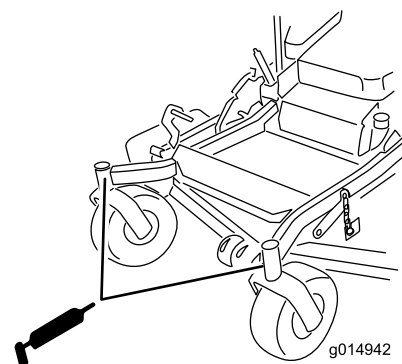

Figure 43
11. Remettez le bouchon hexagonal et le capuchon antipoussière en place (Figure 43).
12. Graissez les roulements des roues pivotantes (Figure 43).